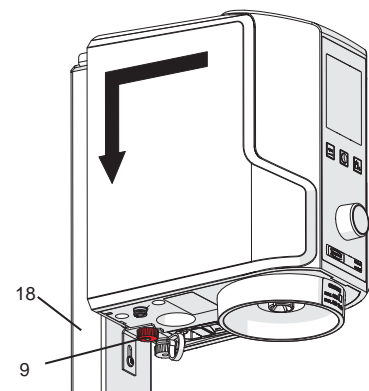

рис. 3
8. Прибор подстраховать гайкой с накаткой (9, Abb.3).